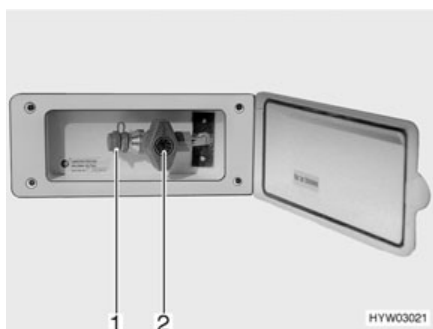

Fig. 152 Raccordement externe de gaz avec robinet d'arrêt de gaz fermé
Le raccordement externe de gaz (Fig. 152) se trouve, selon les modèles, à l'arrière ou sur le côté gauche ou droit du véhicule.
- Raccorder l'appareil à gaz externe sur le raccord (Fig. 152,1).
- Ouvrir le robinet d'arrêt de gaz (Fig. 152,2).